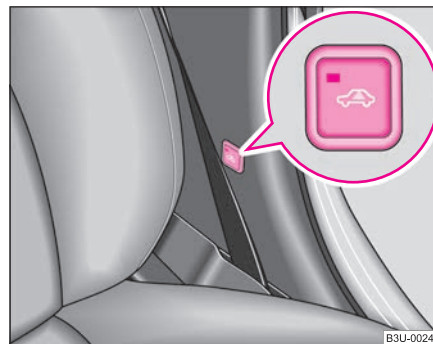

Fig. 29 Tasta instalației de supraveghere interioară
- Apăsați tasta  de pe stâlpul central de pe partea conducătorului ⇒ fig. 29.